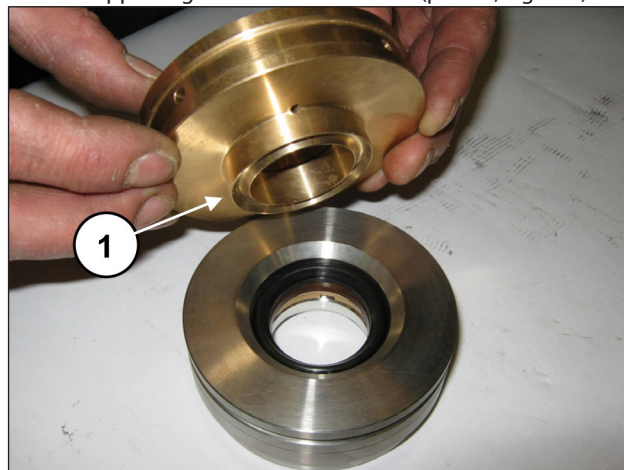

Fig. 179
Unire il supporto guarnizioni alla camicia (pos. ①, Fig. 179).